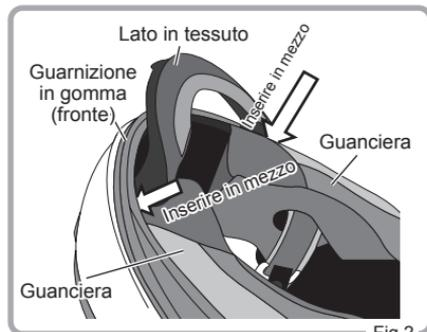

Fig.2
2. Come mostrato nella Fig. 2, capovolgere il casco e fissare il paravento Wind Shutter-2 sulla parte anteriore (area del mento) del casco. Nel fare ciò, inserire gli inserti di ambedue i lati di Wind Shutter-2 tra l'area anteriore della guanciera e la guarnizione in gomma.